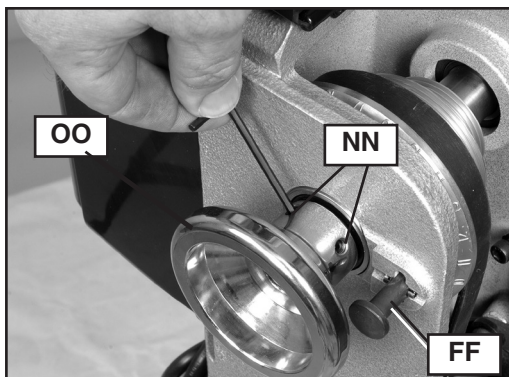

Fig. 31
4. Afloje dos tornillos de sujeción (NN) Fig. 31 en el volante del eje (OO) Fig. 31 al menos 2 ó 3 vueltas para evitar dañar las roscas durante la extracción.
5. Encaje la clavija indicadora (FF) Fig. 31 y retire el volante del eje (OO). (**NOTA:** Las roscas están a la izquierda. Gire el volante en sentido de las agujas del reloj para aflojarlo y quitarlo.)
14. Vuelva a instalar el resorte ondulado (PP) Fig. 32 y el volante (OO) Fig. 31. El volante se ajusta en sentido contrario a las agujas del reloj. Ajuste el volante completamente y luego aflójelo 1/4 de vuelta. **AVISO: NO LO AJUSTE EN EXCESO.** Si lo hace, los rodamientos podrían dañarse.
15. Ajuste bien los dos tornillos de sujeción del volante (NN) Fig. 31. Con la correa colgando suelta, gire el eje para asegurarse de que rote libremente.
19. Desenchaje la clavija indicadora (FF) Fig. 31 si se la colocó para quitar el volante del eje (OO).